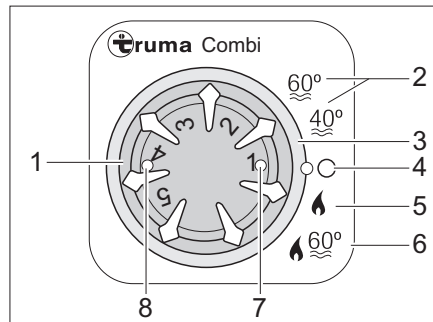

Bild 109 Bedieneinheit für Heizung/Boiler
Betriebsart wählen: ■ Betriebsart mit dem Drehschalter (Bild 109,3) einstellen.
Winterbetrieb Die Heizung wählt nach eingestellter Heizstufe selbstständig die benötigte Brennerstufe. Bei Betriebsart "Heizung und Boiler" (Bild 109,6) wird auch das Wasser im Boiler erhitzt. Die Heizung kann in der Betriebsart "Heizung ohne Boiler" (Bild 109,5) mit leerem Boiler betrieben werden.
■ Temperatordrehknopf (Bild 109,1) an der Bedieneinheit auf gewünschte Heizstufe stellen.
■ Drehschalter (Bild 109,3) auf Winterbetrieb "Heizung ohne Boiler" (Bild 109,5) oder auf Winterbetrieb "Heizung und Boiler" (Bild 109,6) stellen.
Grüne Kontroll-Leuchte (Bild 109,7) leuchtet.
Ausschalten: ■ Drehschalter (Bild 109,3) auf "0" (Bild 109,4) stellen.
Die Kombination Gasbetrieb und 230-V-Elektrobetrieb verkürzt die Aufheizzeit (nur möglich, wenn die Heizung an der Bedieneinheit (Bild 109) auf Winterbetrieb gestellt ist).